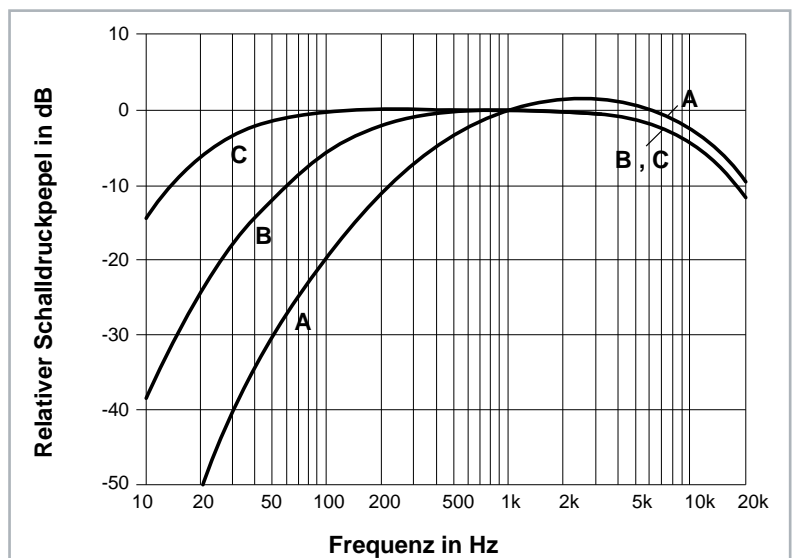

Bild 8: International festgelegte Bewertungskurven für Schallpegelmesser mit den Bewertungsfiltren A, B und C gemäß IEC
Bei den heute üblichen objektiven Pegelmessgeräten, die aus dem DIN-Lautstärkemesser hervorgegangen sind, ist man bei den Messergebnissen vom DIN-phon abgekommen und gibt stattdessen die Messwerte (nach IEC) als bewertete Schalldruckpegel an. Die Bewertung erfolgt jetzt mit den Bewertungsfiltren A, B und C, siehe Bild 8, die mit den früheren Ohrkurvenfiltern weitgehend übereinstimmen. Die so gemessenen und bewerteten Pegel werden in dB(A), dB(B) oder dB(C) angegeben. Bei Lärmmessungen dominiert heute die Angabe in dB(A). Außerdem ist man heute bei den Messgeräten selbst von der analogen Technik weitestgehend abgekommen und hat sie durch digitale Einheiten ersetzt.